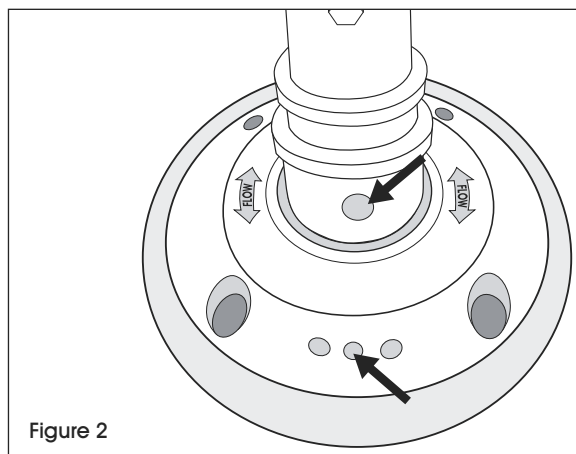

Figure 2
5. Alignez le trou du poteau sur le trou central de la base et insérez ensuite le poteau. (Voir Figure 2)